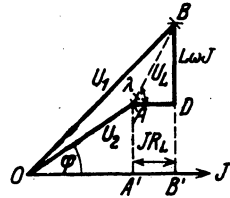

Abb. 283. Zur Berechnung von induktiven Leitungen mit induktiver Belastung.
1. Berechnung auf Spannungsverlust. Ist der induktive Widerstand ($L\omega$) der Leitung nicht zu vernachlässigen, so gilt folgendes: Es seien U_1 und U_2 die Spannungen zwischen zwei Leitungen am Anfang und Ende derselben, J der Strom, der gegen die Spannung U_2 um den gegebenen φ zurückbleibt, R_L der Echtwiderstand, $L\omega$ der Blindwiderstand der Leitung, so entsteht in ihrem Scheinwiderstand $\sqrt{R_L^2 + (L\omega)^2}$ ein Spannungsverlust $U_L = J\sqrt{R_L^2 + (L\omega)^2}$, der gegen den Strom um den φ verschoben ist. U_2 und U_L geben geometrisch addiert U_1 (Abb. 283). Durch Rechnung findet man aus dem rechtwinkligen Dreieck $OB'B'$